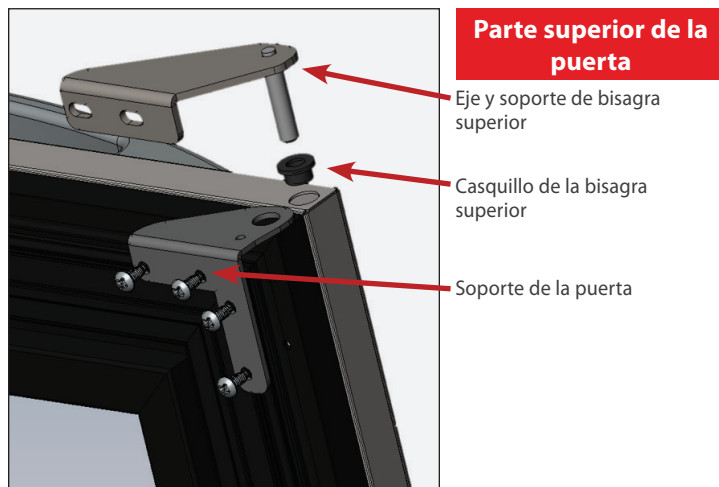

Fig. 4a. Componentes de la bisagra superior.
- Desmonte todos los herrajes de la puerta, excepto el tirador de la puerta (véanse las fig. 4a y 4b). Coloque los soportes de la puerta a un lado.